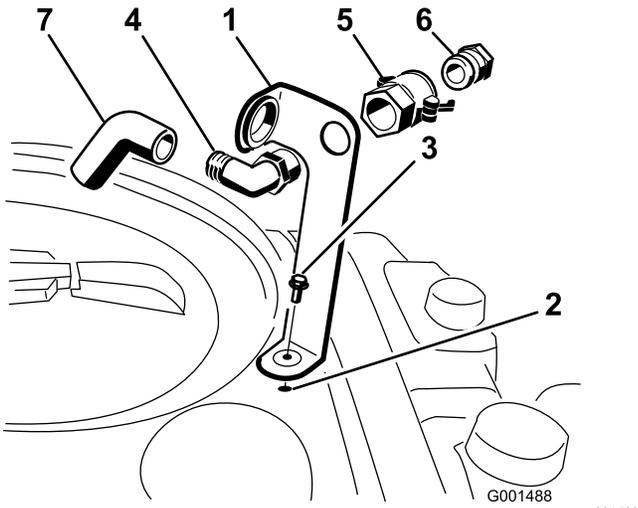

图 3
1. 如图3所示将加水口插口支架放在药缸的螺纹孔上方用凸缘头螺栓5/16 x 3/4 英寸固定。
2. 将90°弯头的螺纹端穿过支架拧上快速接头固定至支架上如图3。
3. 将软管适配器装入快速接头如图3。
4. 将适配器锁定到位将手柄旋向适配器然后用发卡销固定如图3。
5. 将防虹吸软管穿过支架上的大开口然后插入到90°弯头的宝塔接头上图3。